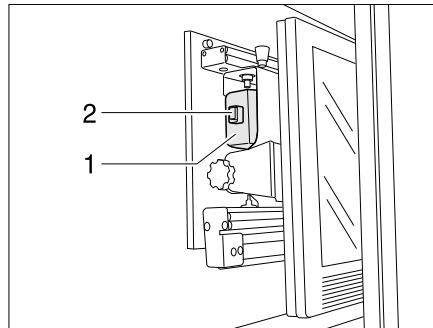

Bild 6 Halterung im TV-Schrank
- Halterung für den Flachbildschirm am Griffstück (Bild 6,1) hineinschieben, bis der Riegel (Bild 6,2) einschnappt.